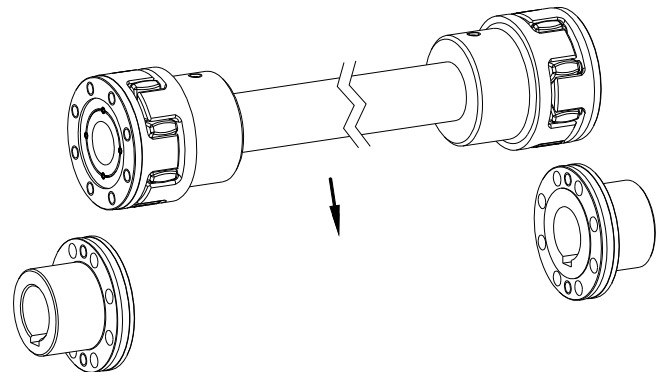

Bild 5: Montage der ZWN-Zwischenwelle
- Setzen Sie die vormontierte Zwischenwelle zwischen die Kupplungsflansche (siehe Bild 5).